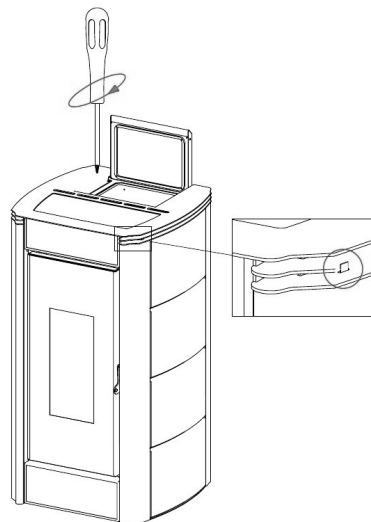

Fig. 36 - Positionieren der Abdeckung
- Die Seiten in ihre Führungen einsetzen und sie langsam bis ganz nach unten absenken (siehe **Fig. 36**).